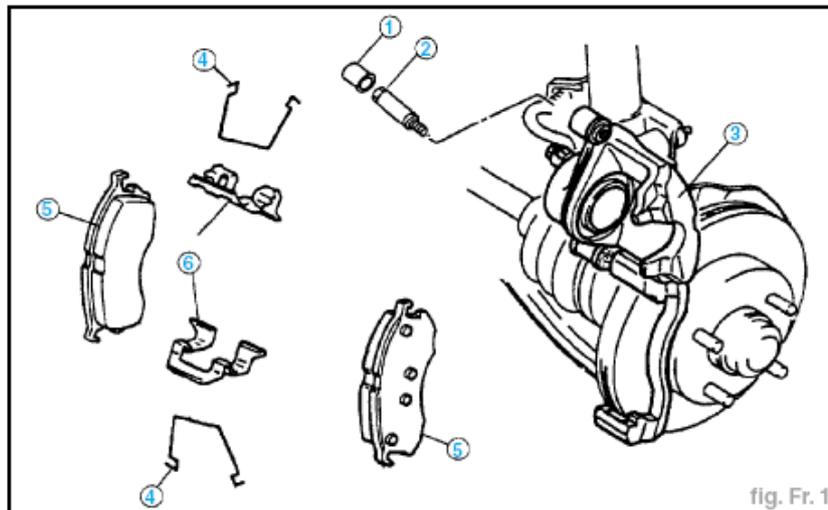

fig. Fr. 1
- Déposer le bouchon (1) puis l'axe de guidage (2) (fig. Fr. 1).
- Basculer l'étrier (3) vers le haut.
- les ressorts (4),
- les plaquettes (5),
- les plaques de guidage (6).
- Serrer l'axe de guidage (2) à **4,7 daN.m** (fig. Fr. 1).